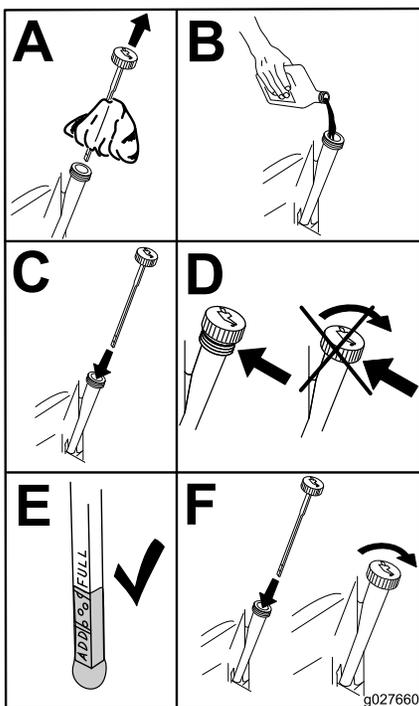

Figura 46
6. Versate lentamente circa l'80% dell'olio indicato nel tubo di rifornimento e sempre con cautela rabboccate l'olio necessario per portarlo alla tacca di **Full (pieno)** (Figura 46).